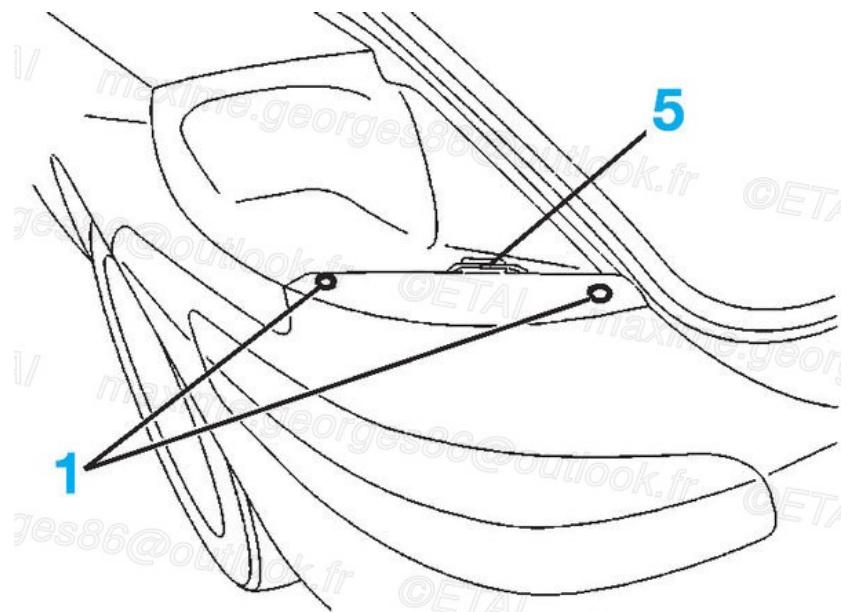

Fig.115
- les vis de fixation (1) du bouclier situées sous les feux (**Fig.115**)
- les fixations (5) situées sous les feux (Fig.115)